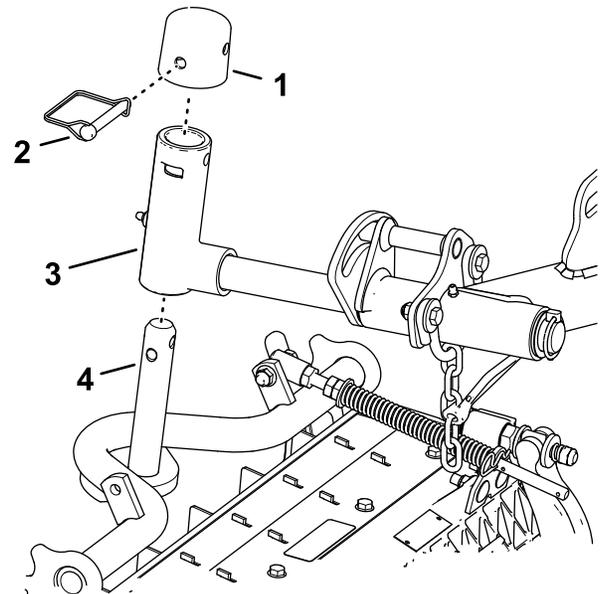

Figura 24
1. Deslice una unidad de corte debajo del brazo de elevación (Figura 24).
Bloqueo del pivote de la unidad de corte para segar en una pendiente – Bloquee los pivotes de las unidades de corte para evitar que las unidades de corte giren cuesta abajo al segar de través en una pendiente. Utilice el orificio del brazo giratorio (Figura 24) para bloquear la unidad de corte. Utilice la ranura si la unidad de corte es dirigible.